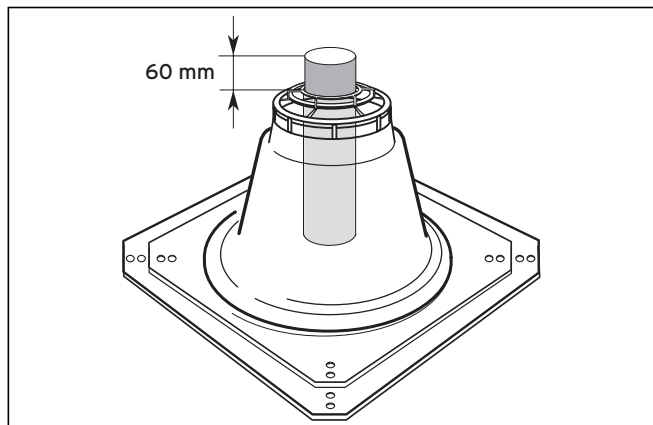

Fig. 4.50 Longueur de la conduite supérieure d'évacuation des fumées
- Contrôle : Un dépassement de 60 mm du chapeau de cheminée (2) est obligatoire (cf. fig. 4.50).
- Bloquez la calotte du chapeau de cheminée (1) sur l'extrémité supérieure de la conduite d'évacuation des fumées. (la calotte ne s'enclenche pas dans la base)